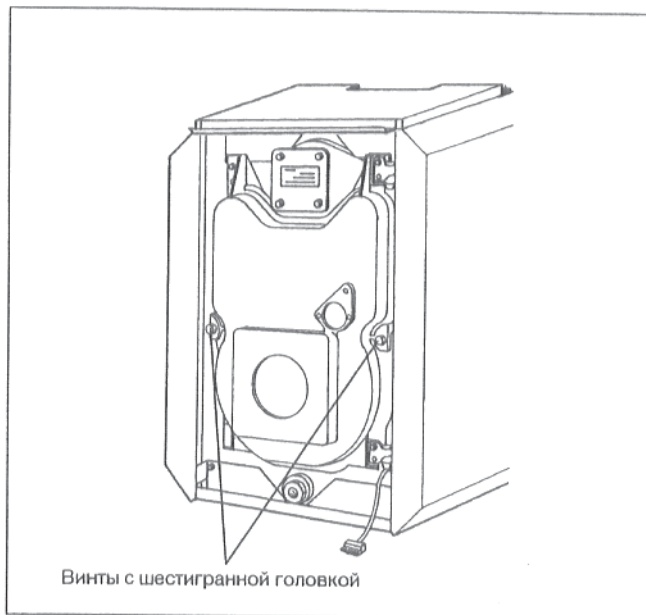

рис. 36
- Вывинтить винты с шестигранной головкой слева и справа на дверце горелки. Открыть дверцу горелки (рис. 36).